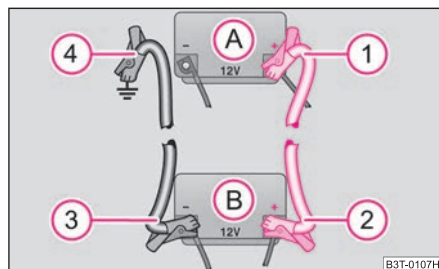

Fig. 207 Ayuda de arranque con la batería de otro vehículo: A - batería descargada del vehículo, B - batería auxiliar
- Conecte un extremo ① al polo positivo ⇒ fig. 207 de la batería descargada ①.
- Conecte el otro extremo ② al polo positivo de la batería auxiliar ②.